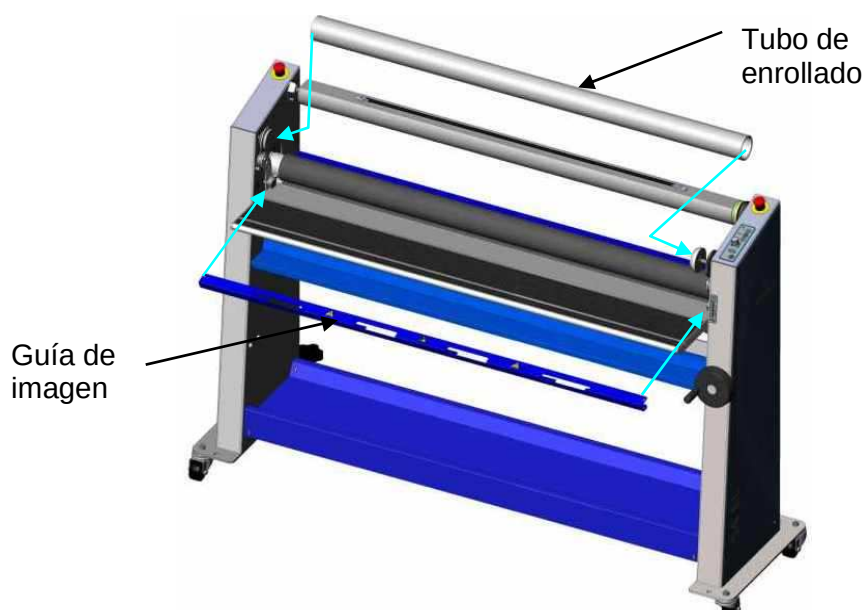

Figura 5
2. Instale la guía de imagen en la mesa tal y como aparece en la figura 5.
3. Instale el tubo de enrollado en el muelle de compresión del lateral derecho en primer lugar y, a continuación, inserte el lado izquierdo en el motor (figura 5).